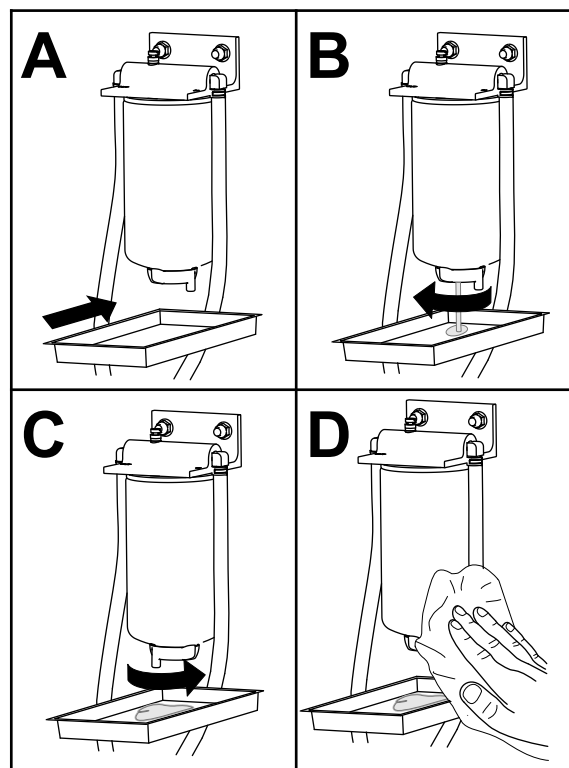

Figura 78
1. Drene el agua del separador de agua/combustible tal y como se muestra en la Figura 78.